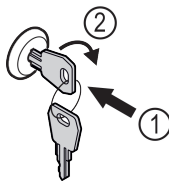

Fig. 175
- ▶ Vstavite ključ. Fig. 175 (1)
- ▶ Ključ obrnite v smeri urnih kazalcev za 90°. Fig. 175 (2)